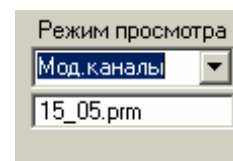

Рис. 2-m
9. Рис. 2-l – управление режимом просмотра каналов (одновременно можно вывести на экран четыре графика данных АЦП платы ЛА2).